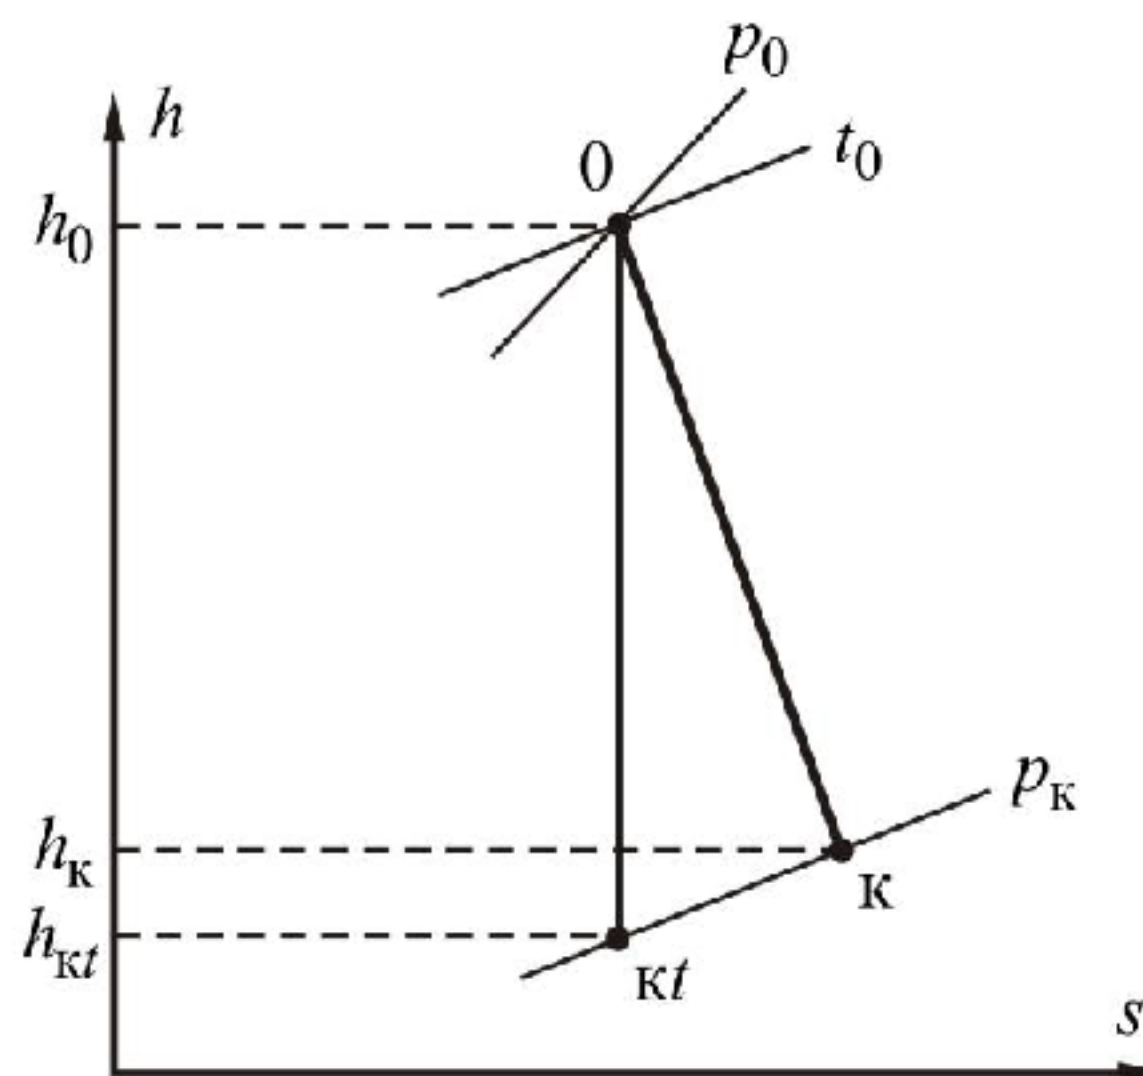

Рисунок 2. Процесс расширения пара в турбине в диаграмме: $h - s$
2. Построим процесс расширения пара в турбине в $h - s$ диаграмме (рис. 2)
где h_0 – энтальпия пара на входе в турбину – точка 0 (рис. 2). Определяется из таблиц свойств воды и водяного пара по p_0 и t_0 .